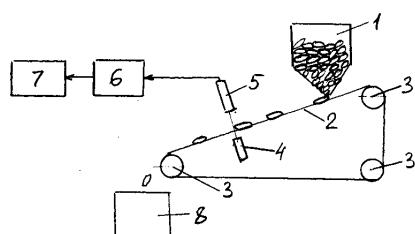

Рис.10
**Устройство для измерения качества зерна** описано в патенте Японии 3-10060. Качество зерна определяется по длине каждого зерна. Для измерения (**рис.10**) зерна из бункера 1 падают на прозрачную ленту транспортера 2, по которой они перемещаются с постоянной скоростью, определяемой скоростью вращения шкивов 3. Источник узконаправленного луча света 4 проецирует луч на приемник света 5. Зерно, движущееся по транспортеру, пересекает луч света на определенное время, зависящее от длины зерна и от скорости его перемещения. Это время измеряется блоком 6. Данные блока 6 подаются на устройство усреднения 7, данные которого свидетельствуют о качестве зерна.